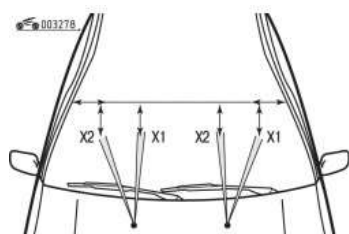

Рисунок 1 Регулировка жиклеров стеклоомывателей ветрового стекла
- при необходимости отрегулируйте. Жиклеры стеклоомывателей ветрового стекла регулируются только по высоте, согласно (рисунок 1). Для регулировки следует использовать подходящую по диаметру иглу.